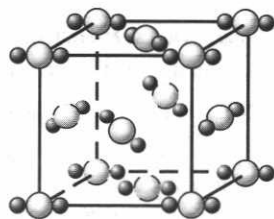

Рис. 53. Пространственное расположение молекул в кристалле оксида углерода (IV)
При большой концентрации углекислого газа в воздухе человек и животные задыхаются. Часто он скапливается в опасных количествах в колодцах, шахтах, пещерах. Оксид углерода (IV) сжижается при комнатной температуре и высоком давлении. При испарении оксида углерода (IV) происходит его сильное охлаждение и он превращается в снегообразную массу — «сухой лед». У оксида углерода молекулярная кристаллическая решетка (рис. 53). Между молекулами действуют слабые межмолекулярные силы, поэтому при обычных условиях  $\text{CO}_2$  — газ.